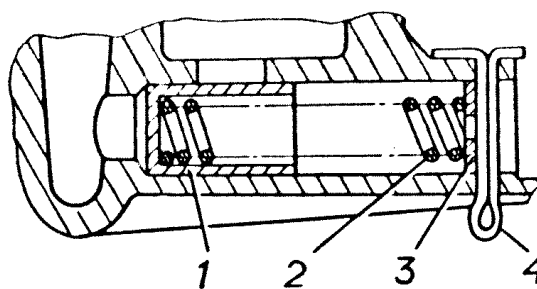

Рис.29. Редукционный клапан:
**Редукционный клапан** (рис.29) – плунжерного типа, расположен в приемном патрубке масляного насоса. Плунжер клапана стальной, для увеличения твердости и износостойкости наружная поверхность подвергнута нитроцементации.